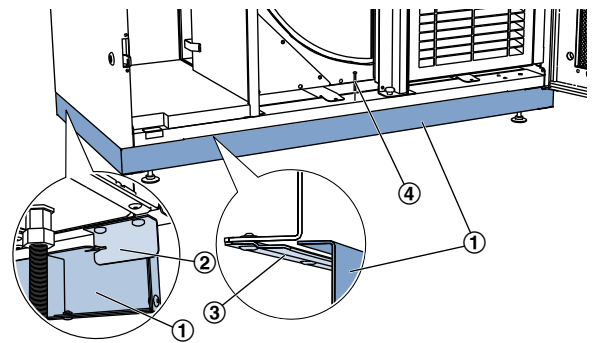

Abb. 21: Blenderrahmen unten
17. ▶ Zum Montieren des unteren Blenderrahmens (Abb. 21 /1) die untere Revisionstür öffnen. Von der Frontseite den Blenderrahmen auf die Aufnahmepunkte aufsetzen Klemmschienen (Abb. 21 /3) , und Bleche (Abb. 21 /2). Anschließend den Blenderrahmen in der Mitte mit der Schraube (Abb. 21 /4) fixieren.